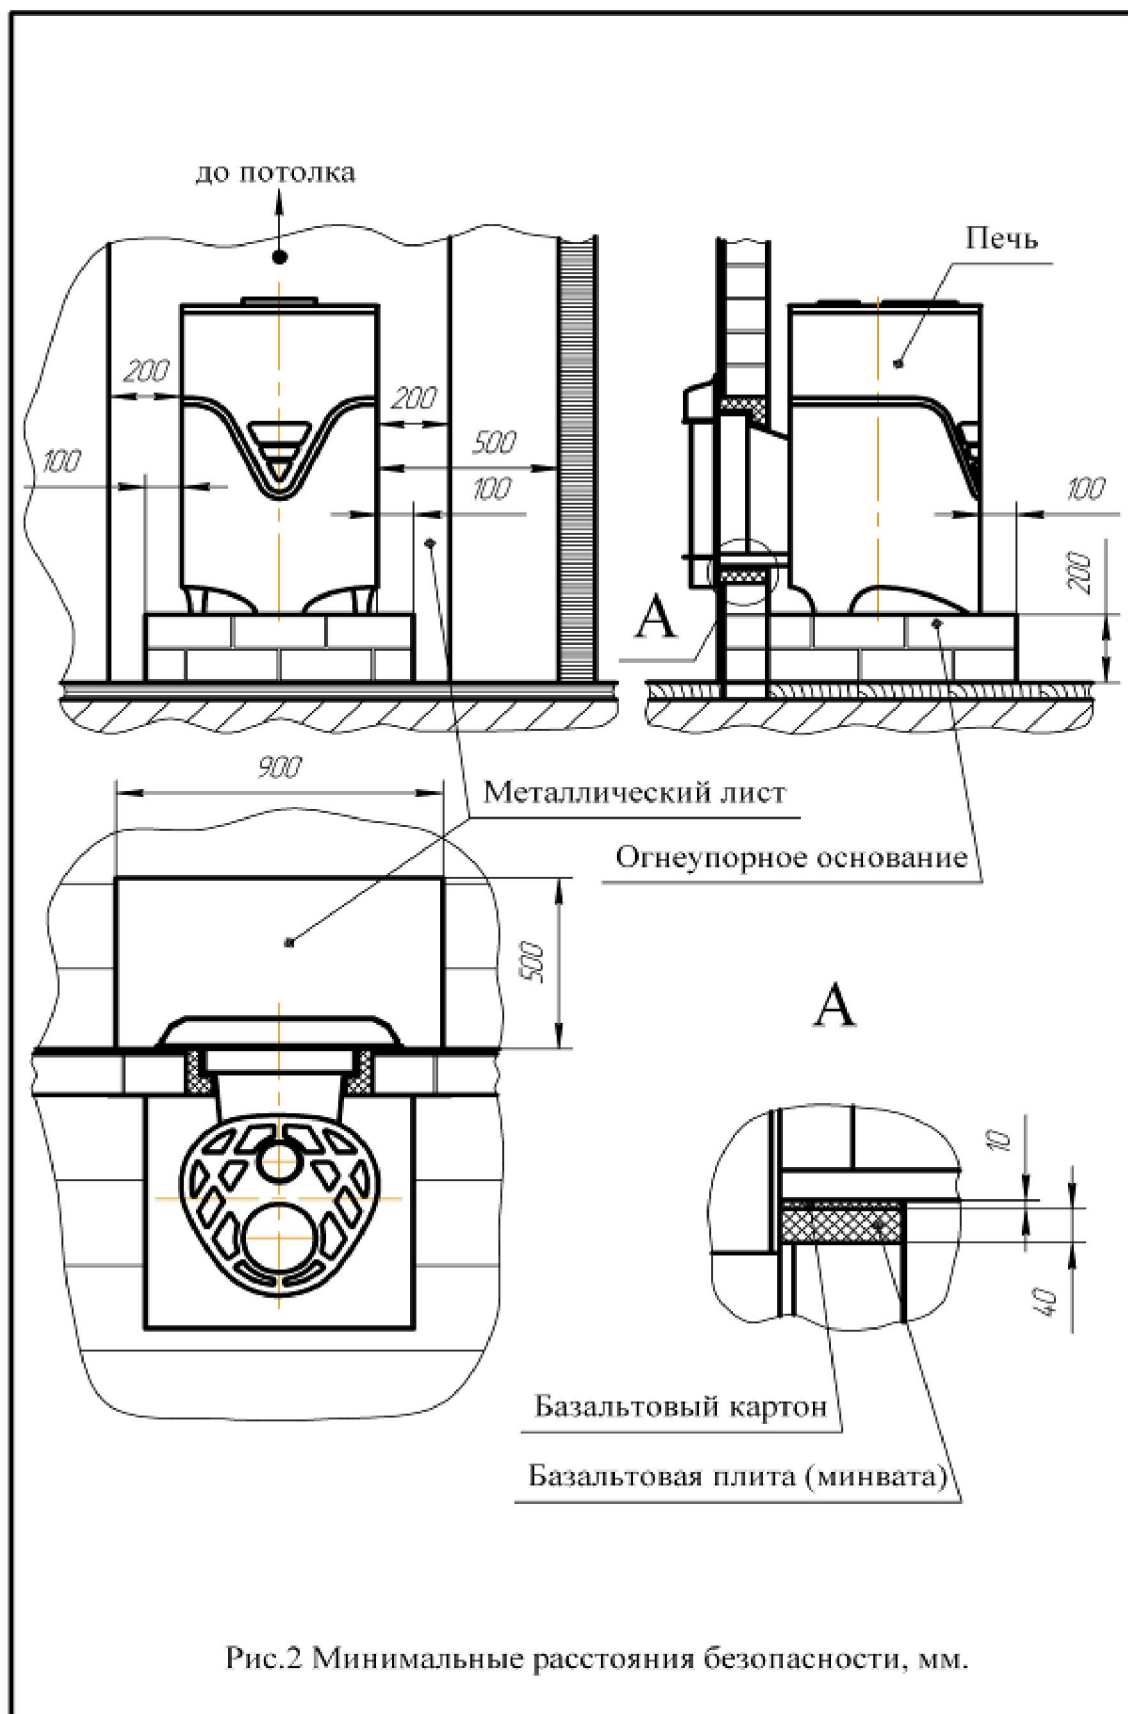

Рис.2 Минимальные расстояния безопасности, мм.
9.1. Печь банная Ферингер устанавливается в парильном отделении бани или сауны (см. рис. 2).